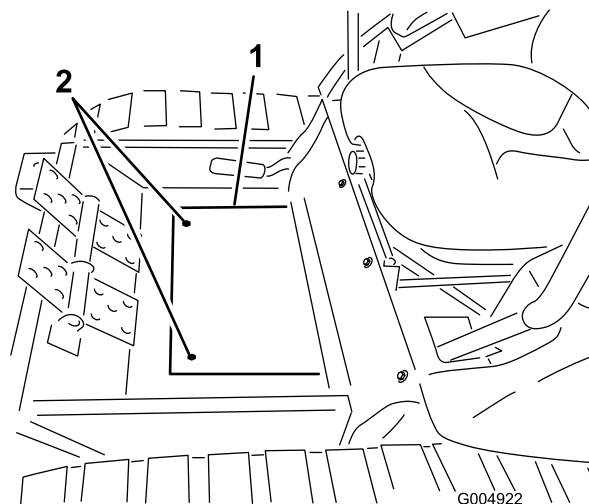

Figura 58
4. Montate la copertura del pianale (Figura 58).